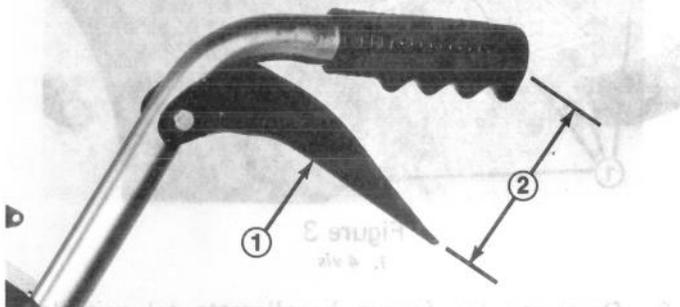

Figure 4
1. Mesurez la distance entre le centre du mancheron et le bout du levier de commande (Fig. 4). Cette distance devrait être 7-1/2 pouces (19.1 cm).
Remarque: Mesurez la distance tel que démontré sur la figure 4.